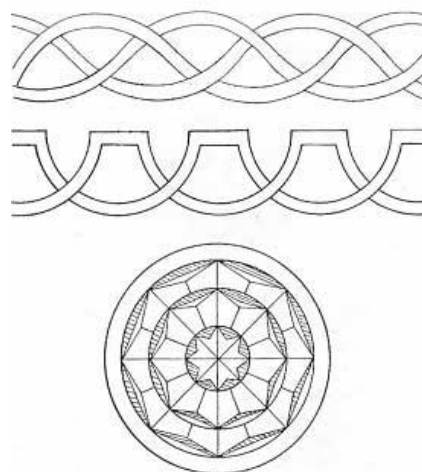

Рис. 9. Углубление резьбы
- углубленная — геометрическая, скобчатая, контурная (рис. 9);